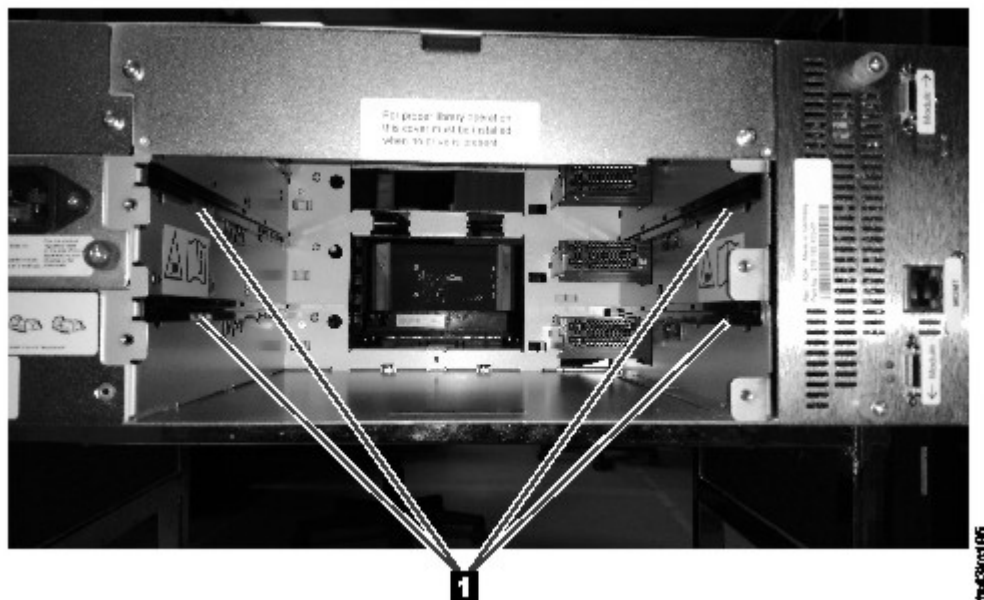

Figura 60. Rieles de alineación
2. Alinee e inserte lentamente la nueva unidad de cintas en la bahía de la unidad a lo largo de los rieles de alineación (1 en Figura 60 en la página 152) mientras el conjunto de unidad está soportado. La unidad de cintas debe desecharse con el panel posterior de la biblioteca.